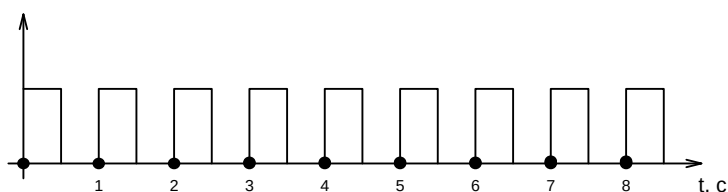

Рис. 10 Индикация режима конфигурирования
2. Режим конфигурирования. При наличии подключения к компьютеру через кабель USB (разъем конфигурирования) индикатор мигает с частотой 1 раз в секунд, время свечения 0,5 секунды (рис. 10).